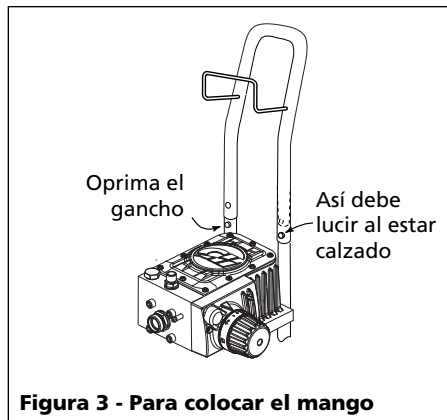

Figura 3 - Para colocar el mango
4. Para colocarle el mango oprima los ganchos y continúe empujándolo hasta que haya calzado. Cerciérese de que los ganchos hayan calzado en el mango. El colgadero de la manguera debe estar hacia la bomba (Vea la Figura 3).